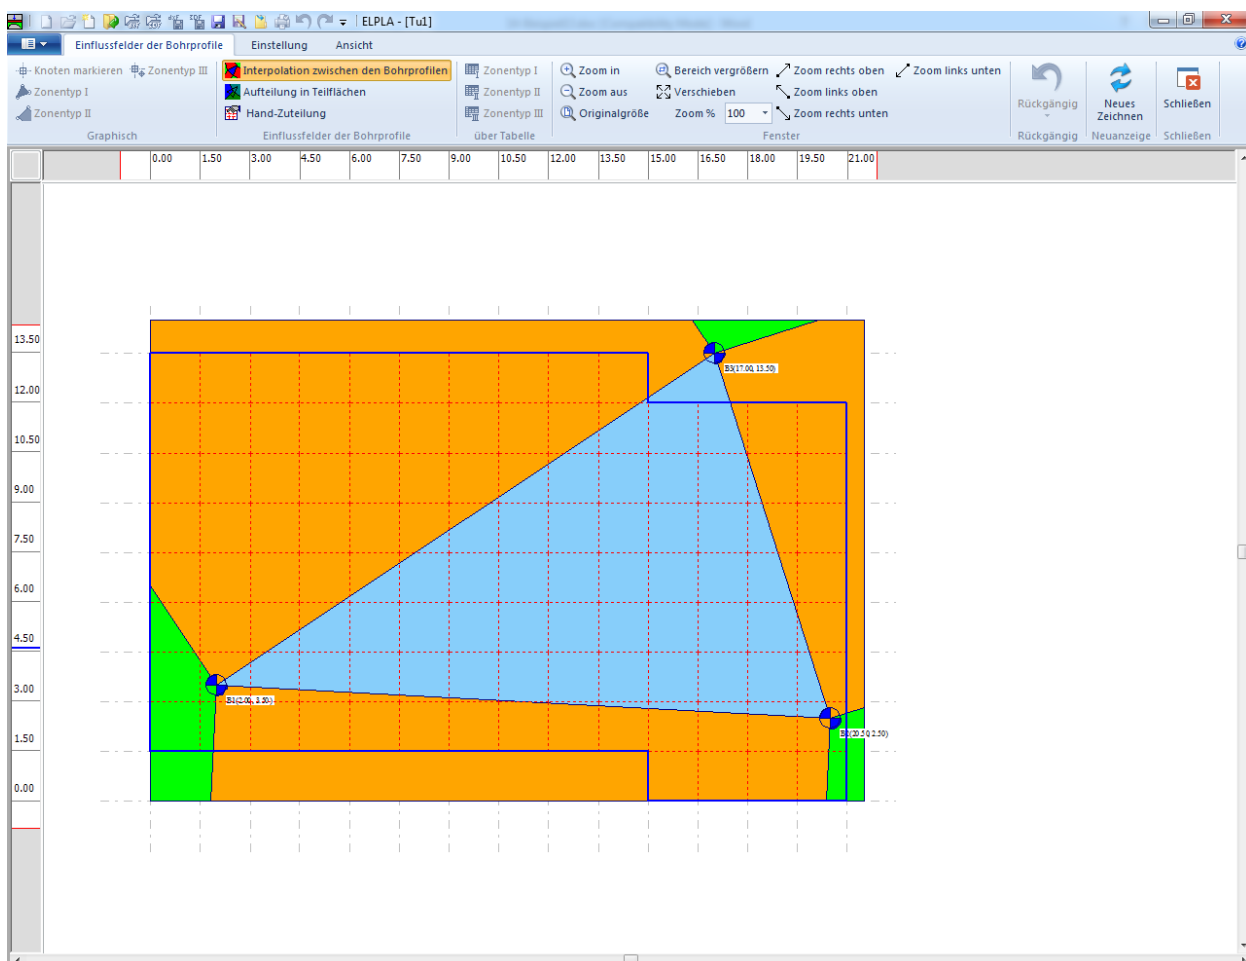

Bild 13.31 "Einflussfelder der Bohrprofile" Fenster
- Wählen Sie "Einflussfelder der Bohrprofile" aus der Registerkarte "Daten". Das folgende Fenster im Bild 13.31 erscheint mit einer Standardmethode. Das Programm *ELPLA* berücksichtigt die Interpolationsmethode als die Standardmethode, die die Unregelmäßigkeit des Untergrundes betrachtet. In den meisten Fällen definiert *ELPLA* die Interpolationszonentypen I, II, III automatisch wie in diesem Beispiel. Aber im Fall extremer Bohrungsanordnungen muss der Benutzer diese Zonen von Hand definieren
- Wählen Sie "Speichern" aus dem "Datei"-Menü im Bild 13.31, um die Einflussfelder der Bohrprofile zu speichern
- Wählen Sie den Befehl "Schließen" aus dem "Datei"-Menü im Bild 13.31, um zum Hauptfenster des Programms *ELPLA* zurückzukehren